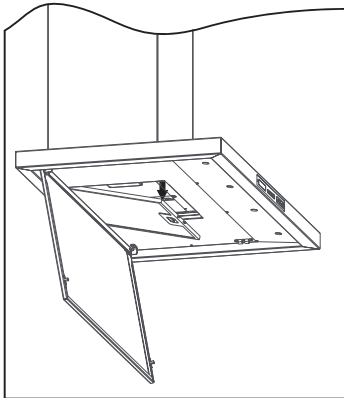

Abb.11: Metallfettfilter entnehmen, bzw. einsetzen
- Griffleiste des Metallfettfilters nach unten drücken (⇒ Abb. 11).
- Zum Wiedereinsetzen den trockenen Metallfettfilter unten mit den Laschen einsetzen, Griffleiste drücken, Filter nach oben in den Rahmen einsetzen und Griffleiste loslassen, damit der Filter in den Rahmen einrastet (⇒ Abb. 11).